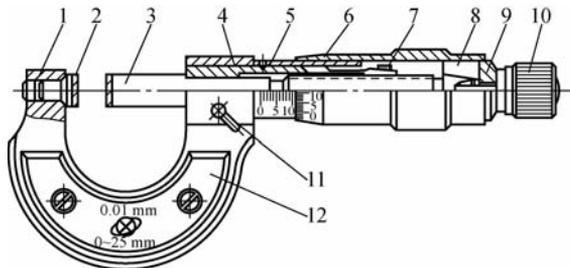

图 5-49 外径千分尺的结构
千分尺是示值为 0.01 mm 的量尺,按用途可分为外径千分尺、内径千分尺和深度千分尺三种类型。外径千分尺的结构如图 5-49 所示。外径千分尺按其测量范围有 0~25 mm、
(1) 刻度原理。外径千分尺是利用螺旋传动原理，将角位移变成直线位移来进行长度测量的。如图 5-49 所示，微分筒与其内部的测微螺杆连接成一体，上面刻有 50 条等分刻线，当微分筒旋转一周时，由于测微螺杆的螺距一般为 0.5 mm，所以测微螺杆就轴向移动 0.5 mm。当微分筒转过一格时，测微螺杆轴向移动距离为  $0.5 \text{ mm}/50 = 0.01 \text{ mm}$ ，这是千分尺的刻度原理。
(2) 读数方法。千分尺的读数机构是由固定套筒和微分筒组成的。固定套筒上的纵向刻线是微分筒读数值的基准线，而微分筒锥面的端面是固定套筒读数值的指示线。固定套筒纵刻线的两侧各有一排均匀刻线，刻线的间距都是 1 mm，且相互错开 0.5 mm，标出数字的一侧表示毫米数，未标数字的一侧即为 0.5 mm。用千分尺进行测量时，其读数也可分为以下三个步骤。
① 读整数。读出微分筒锥面的端面左边固定套筒露出来的刻线数值，即被测件的整数或 0.5 mm。
② 读小数。找出与基准线对准的微分筒上的刻线数值，如果此时整数部分的读数值为整数，那么该刻线数值就是被测件的小数值；如果此时整数部分的读数值为 0.5 mm，则该刻线数值还要加上 0.5 mm 后才是被测件的小数值。